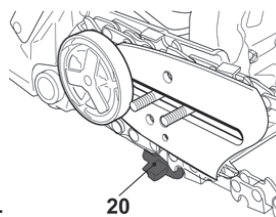

Fig. 6
- > La chaîne doit passer au-dessus de l'attrape-chaîne [20] (Fig. 6).